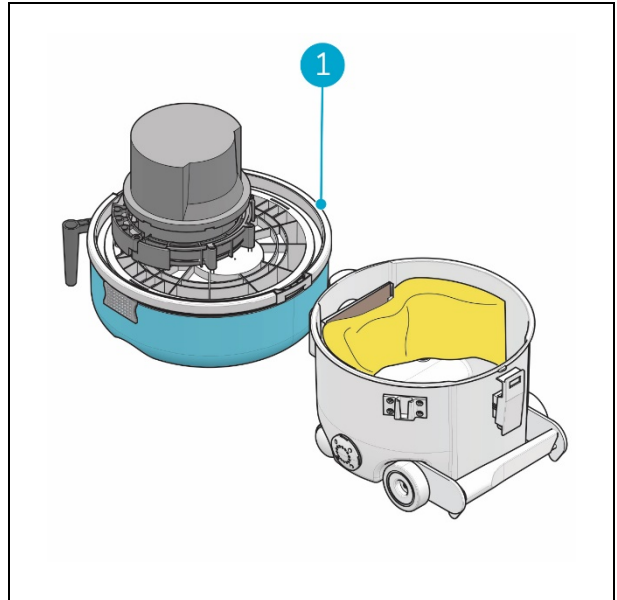

Figura 11
5. Coloque a zona superior em posição invertida sobre uma superfície plana (figura 11, posição 1).